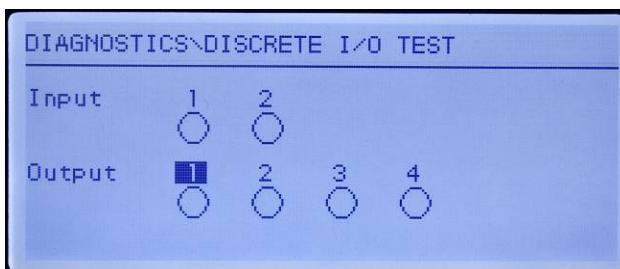

Figure 5-7 : Écran de test des E/S discrètes
5. Mettez le terminal hors tension, retirez la pile bouton et installez une nouvelle pile CR2032, référence METTLER-TOLEDO n° 22009188. Reportez-vous à la Figure 5-7 : Test de la pile pour l'emplacement de la pile bouton. Prenez garde à ne pas toucher les zones de contact (dessus et dessous) de la pile avec vos doigts. Saisissez-la par ses bords ou utilisez des gants pendant sa manipulation.